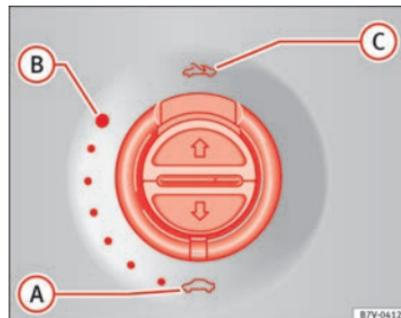

Abb. 58 An der Innenseite des Formhimmels: Schalter drehen zum Öffnen und Schließen.
| ⇒ Abb. 58 | | |
- Schalter ⇒ Abb. 58 muss in Stellung „Geschlossen“ (A) gedreht sein.